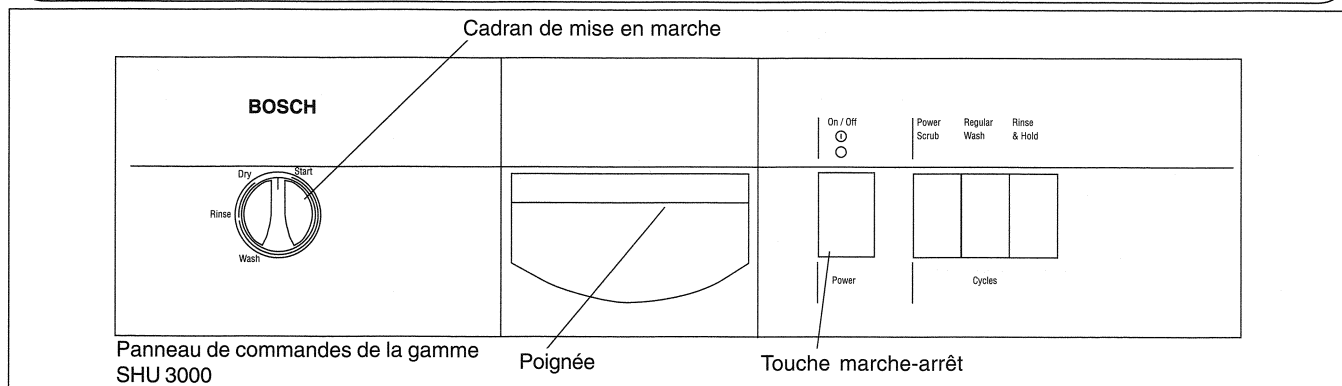

Figure 2
5. Sélectionner un cycle de lavage, voir le tableau 2, et presser la touche correspondant au cycle, voir figure 2.